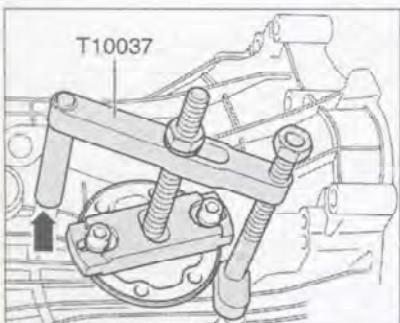

Рис. 7.122. Закрепите на корпусе коробки передач съемник T10037 (стрелка) и снимите правый приводной вал.
- Закрепите на корпусе коробки передач съемник T10037 (стрелка) и снимите правый приводной вал (рис. 7.122).